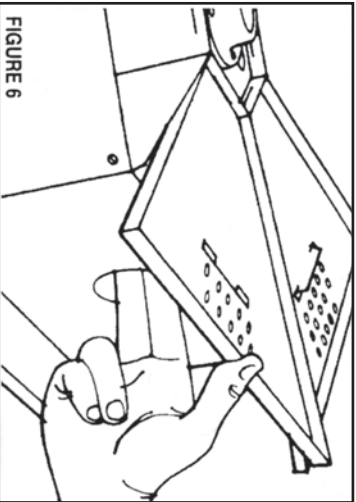

FIGURE 6
STEP 7 (FIGURE 6)
Turn house upside down and snap floor panels into slots as shown in figure 6.
Inverser la maisonnette et emboîter les panneaux de plancher dans les rainures, comme illustré à la figure 6.